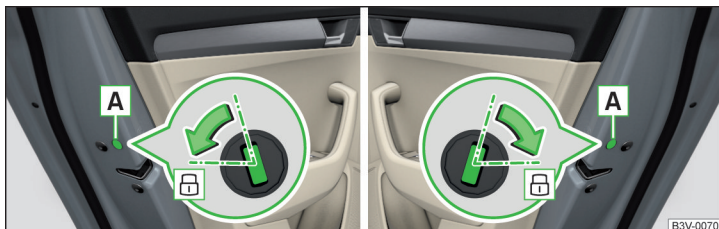

Abb. 354 Notverriegelung: Tür hinten links/rechts
- › Die entsprechende Hintertür öffnen und die Blende **A** entfernen » Abb. 354.